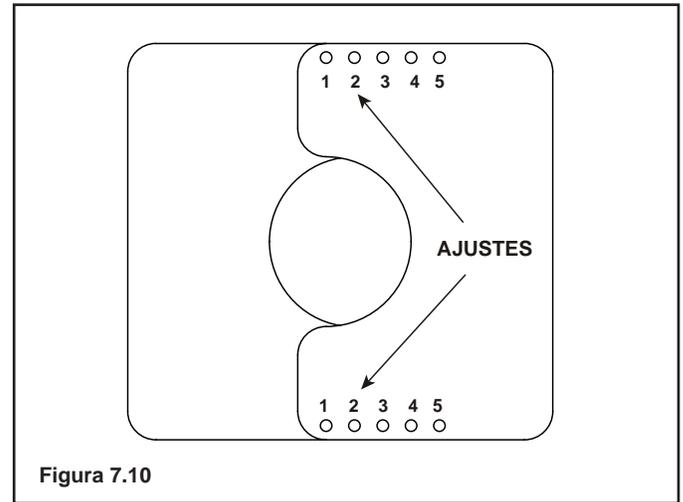

Figura 7.10
4. Centre el reductor en el orificio de escape y asegúrelo con los tornillos auto perforadores de 2-1/4 pulg. que fueron suministrados en la bolsa que contiene el manual (vea la Figura 7.10).
3. Asocie la longitud vertical en el sistema con la tabla para encontrar la posición adecuada para configurar el reductor de escape (vea la Figura 7.10).